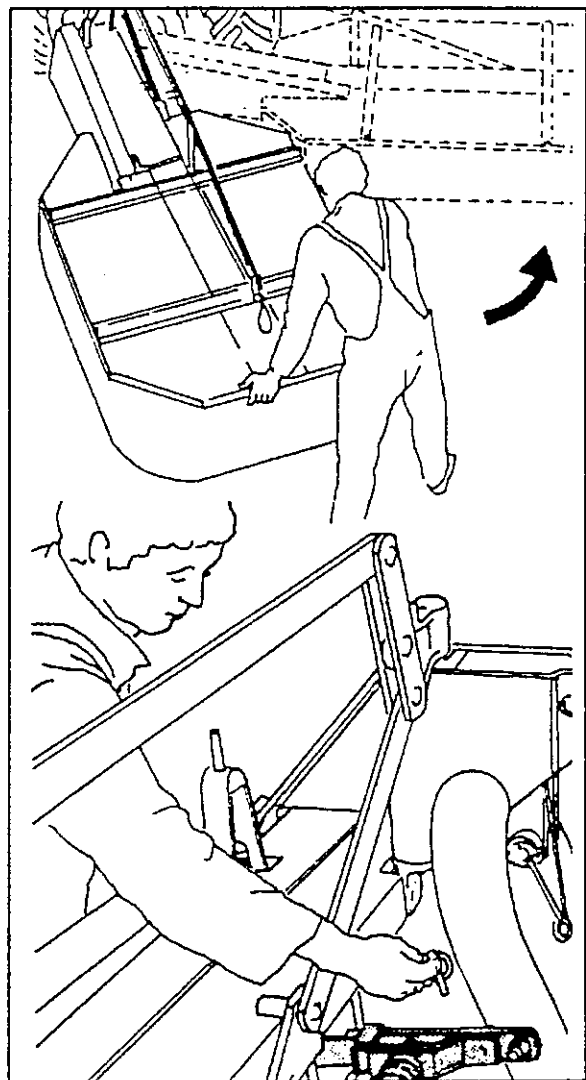

Bild 4-13
1. Transportverriegelung durch Ziehen an der Seilschleife lösen, Mähbalken außen fassen und umschwenken (Bild 4-13).
2. Hinter dem Mähwerk stehend Arbeitsstrebe einhängen und mit Federstecker sichern (Bild 4-13).